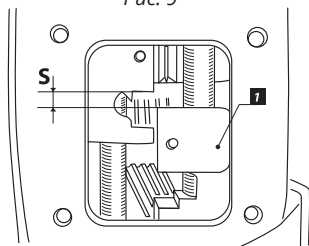

Рис. 10
3. Проверьте величину **S** (**Рис. 10**), она должна составлять минимум 4 мм (если меньше, то доработайте торец вилки [**1**]).